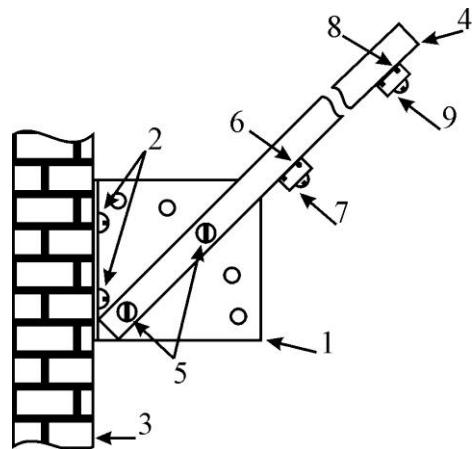

рис. 10.5
10.1.3 Установить кронштейны с диэлектрическими консолями из комплекта монтажных частей (КМЧ2 или КМЧ3) на заграждение с интервалом ~ 3...5 метров. Кронштейны 1 крепить к заграждению 3 с помощью шурупов, болтов или др. крепежных изделий 2 в соответствии с рис. 10.5. Установить на кронштейне 1 диэлектрическую